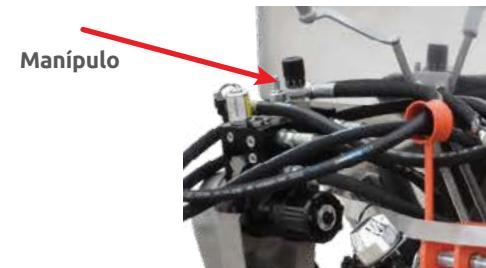

Fig. 05
- Junto ao motor hidráulico que aciona a esteira direita do equipamento (fig. 05), encontra-se um manípulo recartilhado sobre o bloco de alumínio que faz a regulagem da velocidade das duas esteiras simultaneamente.